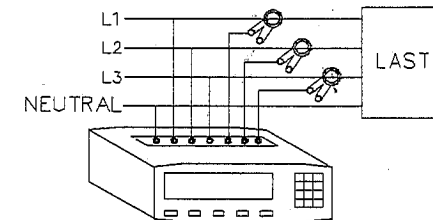

Abb. 3.4
Die Anschlüsse sind wie in Abb. 3.4 gezeigt auszuführen.
**N.B.:** Ein Anschluß mit 3 Strommeßzangen wie in Abb. 3.4 gezeigt ist auch bei einer Dreieckschaltung ohne Mittelpunktsleiter möglich.